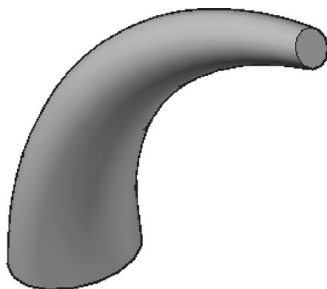

图 14-41 按路径放样的实体
- 2 在功能区“实体”选项卡的“实体”面板中单击“放样”按钮 ，接着按放样次序依次选择圆 1、圆 2 和圆 3，按〈Enter〉键确认，并在“输入选项 [导向(G)/路径(P)/仅横截面(C)/设置(S)] <仅横截面>:”提示下选择“路径 (P)”选项，然后在图形窗口中选择圆弧作为路径轮廓，则放样成型的实体效果如图 14-41 所示。